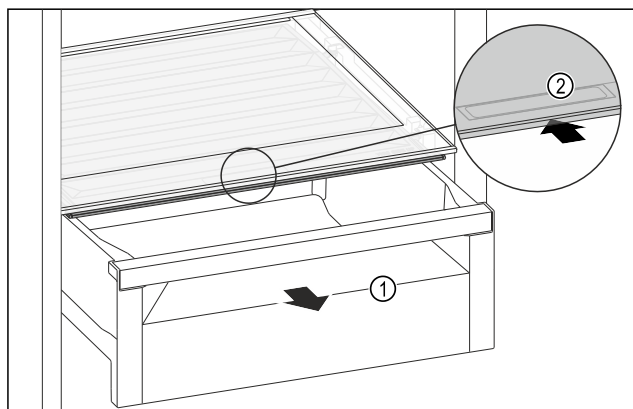

Fig. 84
- ▶ Schubfach Fig. 84 (1) herausziehen.
- ▶ Griffmulde Fig. 84 (2) am Fachdeckel anfassend und Fachdeckel gleichzeitig nach hinten schieben.